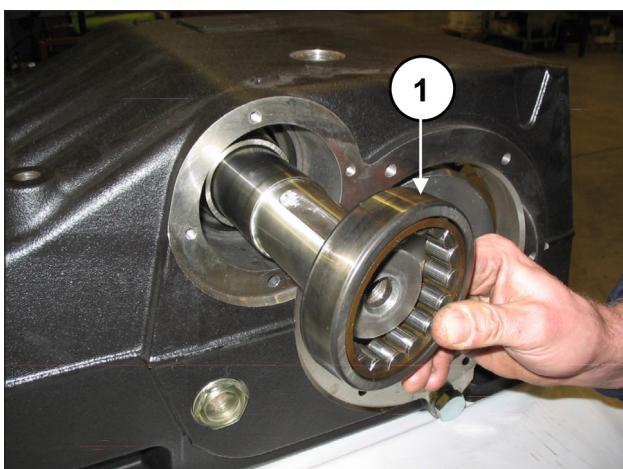

Abb. 58
Treiben Sie auf der Einbauseite der Zapfwelle die Schmierbuchse der Lager (Pos. ①, Abb. 57) und einen Außenring des Lagers (Pos. ①, Abb. 58) mithilfe eines Dorns mit Schlagwerk ein.